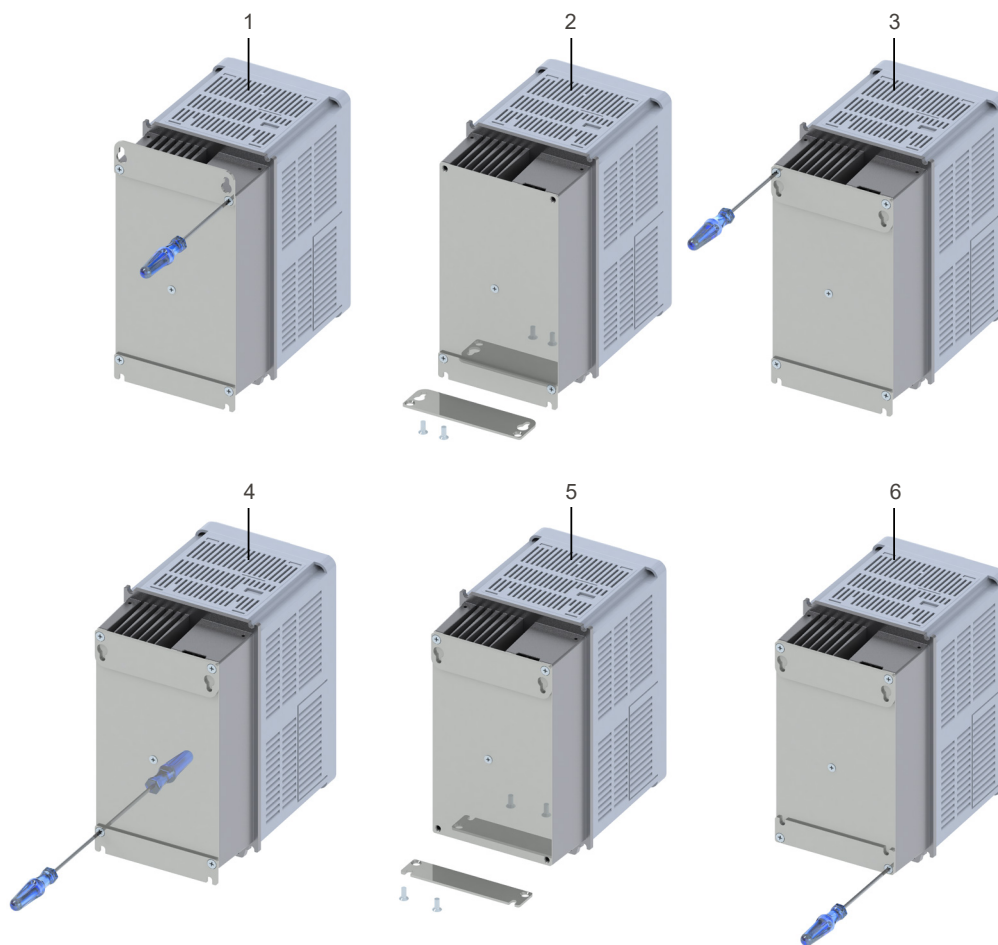

Figura 3.4: Reposicionamiento de los soportes de montaje
- Los soportes de montaje deben ser removidos y reposicionados como es ilustrado en la Figura 3.4 en la página 23.